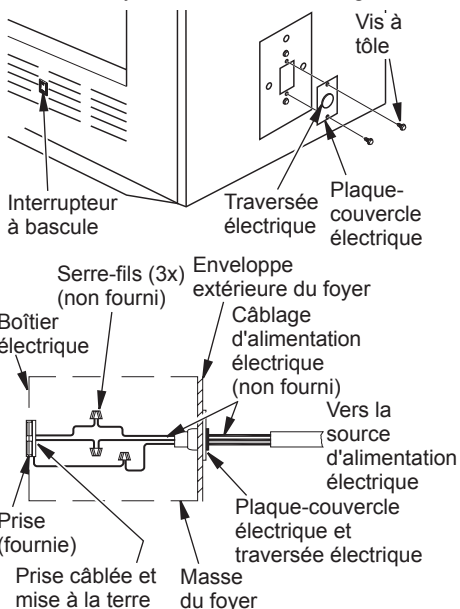

Figure 6 - Traversée électrique d'interrupteur de ventilateur
Un prêt-à-monter de ventilateur ou de souffleur pour ce foyer est offert en option (pour les modèles à circulation uniquement). L'utilisation de ventilateurs ou de souffleurs autres que ceux qui sont fabriqués par DESA Heating, LLC annulent la garantie. Le ventilateur fonctionne en appuyant sur un interrupteur à bascule (voir figure 6) situé dans le coin inférieur droit de la façade du foyer. Le souffleur fonctionne en tournant un bouton de réglage (pas illustré).
Les raccordements électriques du prêt-à-monter de ventilateur et de souffleur se font par la plaque-couvercle électrique située sur le côté du foyer comme illustré à la figure 6.
1. Enlevez la plaque-couvercle électrique et sa traversée du foyer en retirant les deux vis à tôle comme illustré à la figure 6.
3. Faites glisser les raccordements électriques dans le boîtier électrique comme illustré à la figure 6.